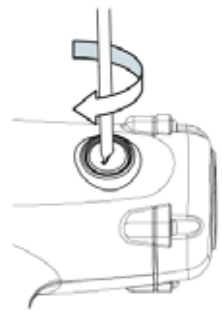

Fig. 6
- Lås kulstofbørstens panel ved at dreje med uret ved hjælp af en bit med lige kær (Fig. 6).